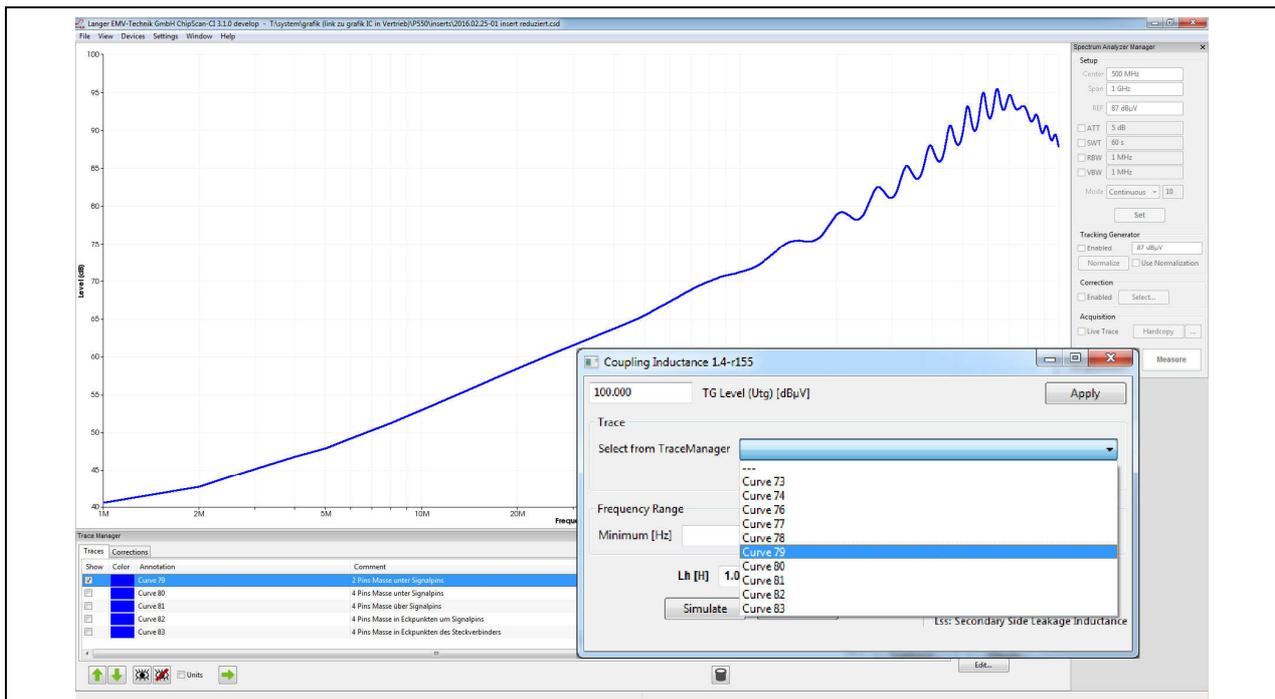

Bild 41 Auswahl der auszuwertenden Messkurve im Tool „Coupling Inductance“
- Die Dropdown Box „Select from TraceManager“ enthält alle Kurven, die auch im „TraceManager“ enthalten sind (**Bild 41**).